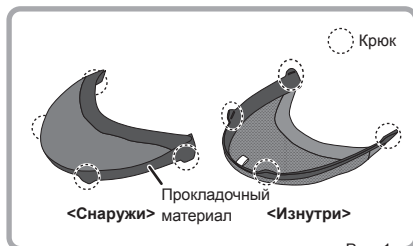

Рис. 1
1. Обратитесь к рисунку (рис. 1), чтобы определить наружную и внутреннюю сторону.